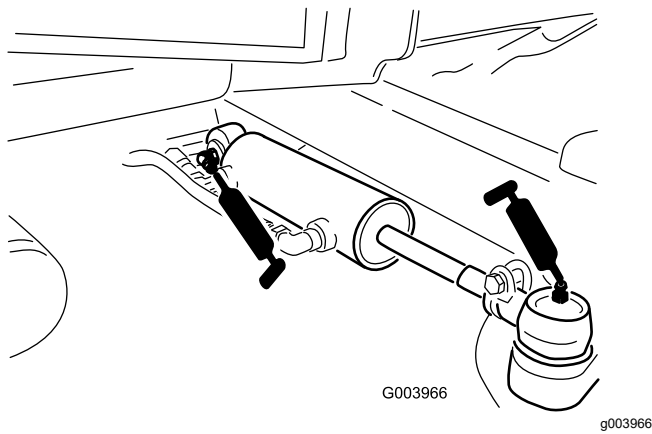

Рисунок 71
- Шаровые опоры гидроцилиндра рулевого управления (2 шт.) (Рисунок 71)